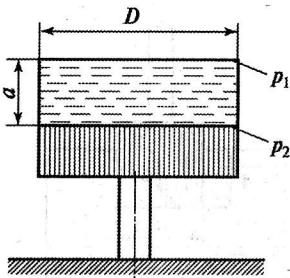

Рис. 2.22
**Задача 2.23.** На зафиксированный на полу поршень опирается цилиндрический сосуд без дна, заполненный водой. Определить величины давления  $p_1$  и  $p_2$  (рис. 2.22), если вес сосуда  $G = 10^3 \text{ Н}$ ;  $\rho = 1000 \text{ кг/м}^3$ ;  $a = 0,8 \text{ м}$ ;  $D = 0,4 \text{ м}$ ;  $g \sim 10 \text{ м/с}^2$ .